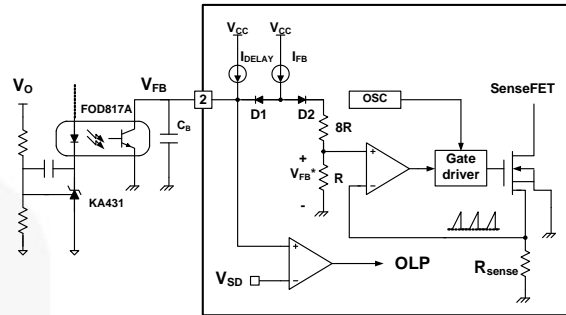

图 16. 脉宽调制 (PWM) 电路
2. 反馈控制: FSQ500L 采用电流模式控制, 如图 16 所示。通常用光电耦合器 (如 FOD817A) 和电压调节器 (如 KA431) 来实现反馈网络。通过比较反馈电压与 R_{sense} 电阻两端的电压, 能够控制开关占空比。当调节器的参考引脚电压超过内部参考电压 2.5V 时, 光电耦合器 LED 电流增大, 拉低反馈电压并减小占空比。这通常在线路输入电压增大或输出负载电流减小时发生。
2.1 逐脉冲限流: 由于采用电流模式控制, 因此流经 SenseFET 的峰值电流受到 PWM 比较器同相输入 (V_{FB}^*) 的限制, 如图 16 所示。假定 225 μA 的电流源仅流过内部电阻 ($8R + R = 12 k\Omega$), 则二极管 D2 的阴极电压大约为 2.7V。由于当反馈电压 (V_{FB}) 超过 2.7V 时, D1 被阻断, D2 阴极的最大电压被箝位在该电压, 即箝位 V_{FB}^* 。因此, 通过 SenseFET 的电流峰值受到限制。